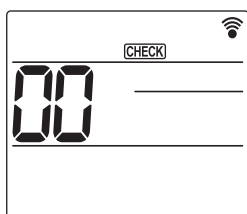

Fig. 7-9
- ① Mettez l'appareil sous tension au moins 12 heures avant l'essai de fonctionnement.
- ② Appuyez sur la touche **MENU** pendant 5 secondes. (Fig. 7-9)